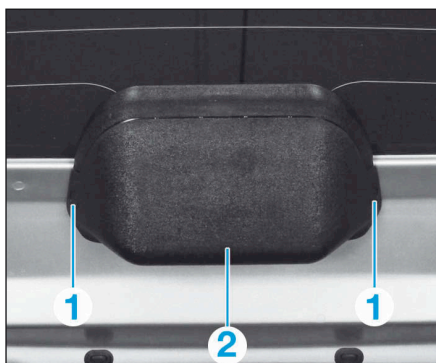

FIG.55
- Pousser sur les ergots (1) afin de dégrafer le couvercle du 3^e feu stop (2) (Fig.55).